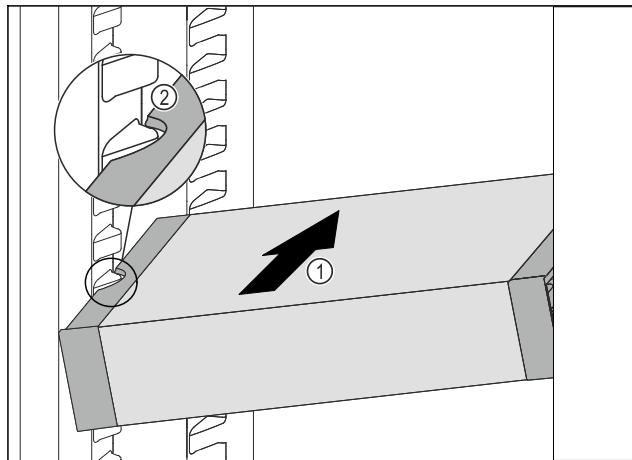

Fig. 114
- Вставити висувний ящик VarioSafe під кутом в охолоджувальне відділення Fig. 114 (1), доки бокові поглиблення Fig. 114 (2) VarioSafe не будуть розташовуватися на рівні ребра для ємності в охолоджувальному відділенні.